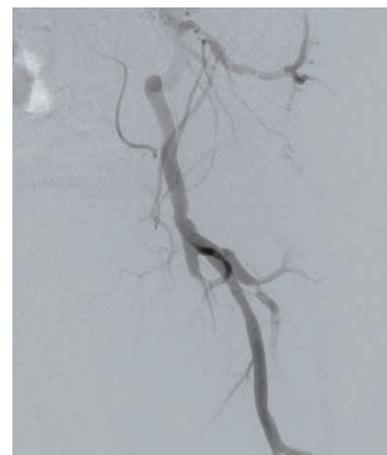
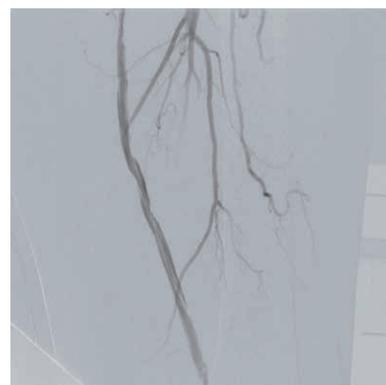
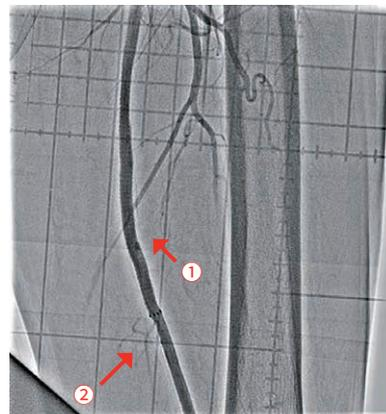

図1 術前
図2 前拡張後 病変部
図3 最終造影
当症例は、20 cmを超える浅大腿動脈長区域病変（図1）である。一般的に、バルーンでの拡張後の解離が修復できなかったり、プラークの圧着が不十分な場合には、stentなどのスキヤフォールドが必要になる。治療当時はベアメタルstentの成績も期待が持たず、薬剤溶出型stent（DES）の成績も未知数であったが、バイアバーン® stentグラフトに関しては、唯一20 cm以上の病変長でも適応があり、25 cmまでの長区間病変での成績^{1,2}も発表されているので、成績に期待が持てた。
当院では、通常IVUSと造影で閉塞部両端のプラークの少ない健常部と思われる部分をマーキングし、ヘルシーランディングのポイントにIVUSを用いて確認している。この時、メジャーを貼って位置確認に使用すると位置のずれを気にせず作業できる。当症例では、コラテ（図1矢印①）を温存しながら、ヘルシーランディングを行う戦略とし、前拡張を行うこととした。また、IVUSで計測された血管径から至適と思われるサイズ（遠位健常部の血管径が一つの目安になる）のバルーンにて前拡張を行うことにしており、バルーンの径サイズは遠位健常部の血管径に合わせると余計な解離なく拡張できると考え、また、バイアバーン® ステントグラフトを使用する場合には、5 mm以上のバルーンサイズで拡張できるか検討することとしている。さらに、200-300 mm長のロングバルーンで1-2回の長時間拡張（当院では3-5分）を行うと期待する拡張が得られやすいと考えており、当症例では、径6.0/長300 mmセミコンプライアントバルーンで前拡張を行った。
前拡張後の造影で温存したいコラテ部分に解離が認められ（図2）、また、IVUSでヘルシーランディングが可能な位置を確認したところ、遠位部のコラテ（図1矢印②）を温存してヘルシーランディングができることを確認できた。さらにIVUSで血管径を確認し、同等サイズのバイアバーン® ステントグラフトを留置した。バイアバーン® ステントグラフトが展開し始めた後、展開ラインをゆっくり連続した動作で引くようにするとバイアバーン® ステントグラフトの位置がずれることなく留置することが可能であった。その後、バイアバーン® ステントグラフト全長を同径のバルーンで高圧後拡張してIVUSでバイアバーン® ステントグラフトが充分拡張されていることを確認し、手技を終了した。（図3）